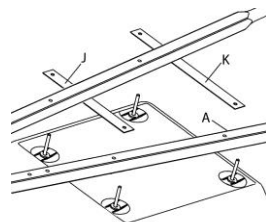
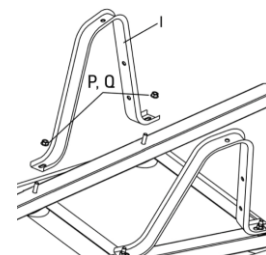

fig. 2
fig. 3
3. Glissez le renfort transversal court (J) sur le boulon avant (fig. 2).
4. Glissez le renfort transversal long (K) sur les boulons arrière (fig. 2).
5. Installez le manche (A) sur les boulons et abaissez-le sur la cuve. (Fig. 2).
6. Assurez-vous que les trous dans la patte (I) sont orientés face au dos de la cuve.
7. Glissez la patte sur les boulons et fixez-la au manche sans serrer, au moyen de la rondelle-frein (P) et de l'écrou (Q) (fig. 3).